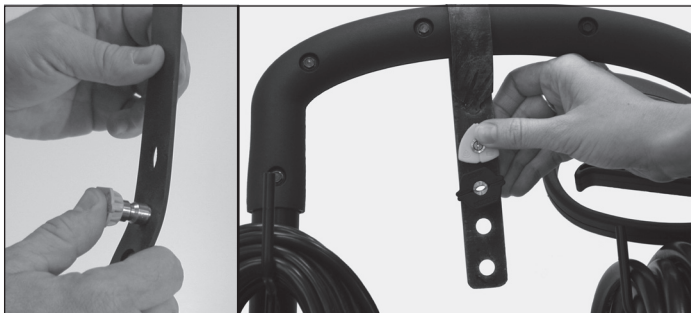

Figura 5 - Insertar las boquillas rociadoras en el portaboquillas
2. Insertar las boquillas rociadoras en el portaboquillas de goma (ver la Figura 5).